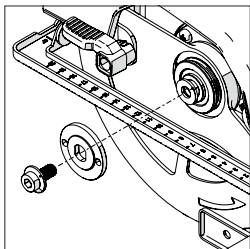

Fig. 4
- Slăbiți și îndepărtați șurubul cu cap semiîngropat, dispozitivele de fixare conexe și flanșa exterioară de antrenare a discului cu ajutorul cheii hexagonale. (Fig. 4)